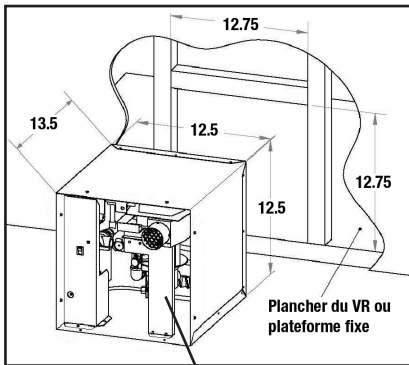

Figure 1 *Ferrure de soutien/tuyau d'échappement de la soufflerie*
- NE PAS soulever le chauffe-eau ni le transporter par la ferrure de soutien/tuyau d'échappement de la soufflerie (Figure 1).
S'assurer que le rebord avant de l'ouverture est entouré d'un cadre solide pour bien ancrer le chauffe-eau; au besoin, construire un cadre approprié à l'aide de planches 2 x 2 (Figure 1). L'ouverture inachevée pour le modèle GSWH-1 doit mesurer 12,75 po x 12,75 po (33,4 cm x 33,4 cm) avec des angles droits. L'ouverture du mur extérieur doit avoir les mêmes dimensions sans coins arrondis.
- Le fait de soulever ou de déplacer le chauffe-eau à l'aide de la ferrure de soutien/tuyau d'échappement de la soufflerie (Figure 1) peut causer le désalignement de l'évent ou de l'interrupteur à battant.